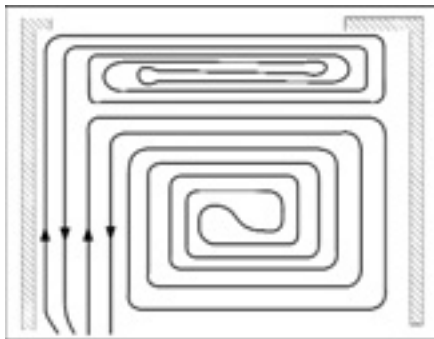

Рис. 138.
- в форме спирали с граничной зоной за счет отдельного греющего контура (рис.138.).